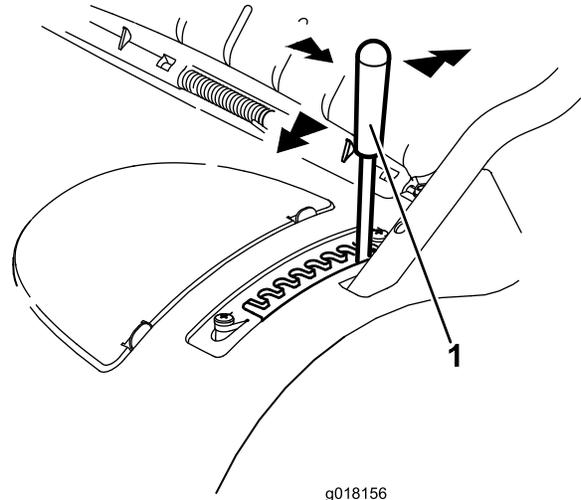

Bild 11
1. Fassen Sie den Hebel an und ziehen ihn seitlich, um ihn aus der Arretierungskerbe zu lösen (Bild 11).
2. Drücken Sie ihn zum Verringern der Schnitthöhe nach vorne oder ziehen ihn zum Anheben der Schnitthöhe nach hinten (Bild 11).
3. Lassen Sie den Hebel in der gewünschten Stellung los und stellen Sie sicher, dass er in einer der acht Einstellkerben einrastet (Bild 11).